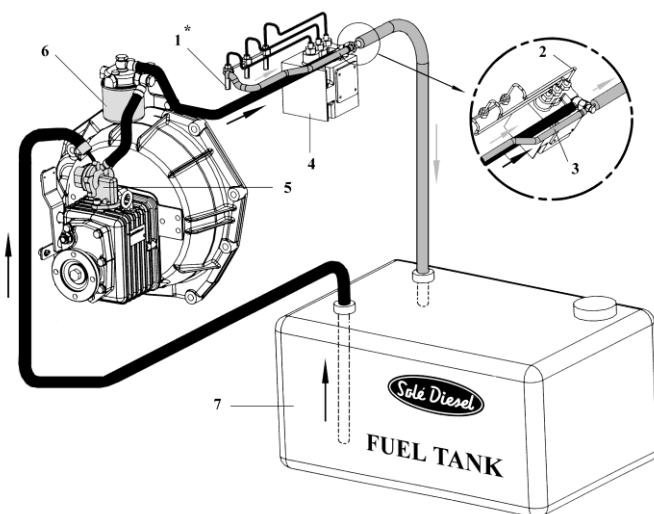
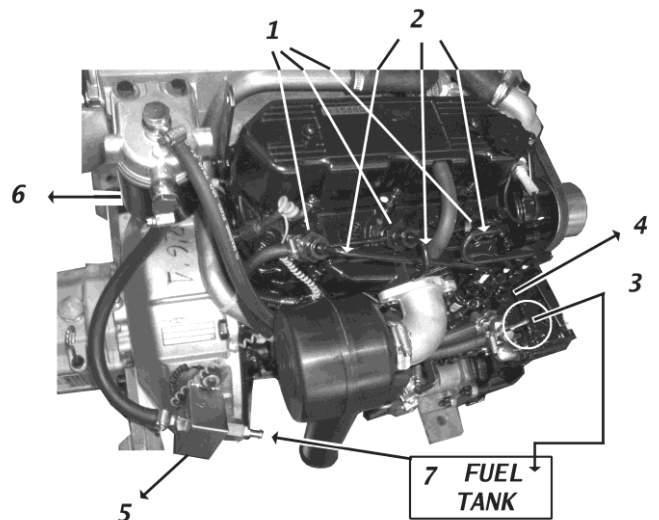

Fig. 2.4
Fig. 2.4A
2.4 BRÄNSLESYSTEM (fig. 2.4)
- (1) Insprutare
- (2) Tryckrör
- (3) Läckbränsleledning
- (4) Insprutningspump
- (5) Matarpump Se fig. 2.4 för motorer utrustade med mekanisk matarpump (Ronim-V, SMI-R2 och SMI-R3 backslag). Se fig. 2.4A för motorer utrustade med elektrisk matarpump
- (6) Bränslefilter
- (7) Bränsletank